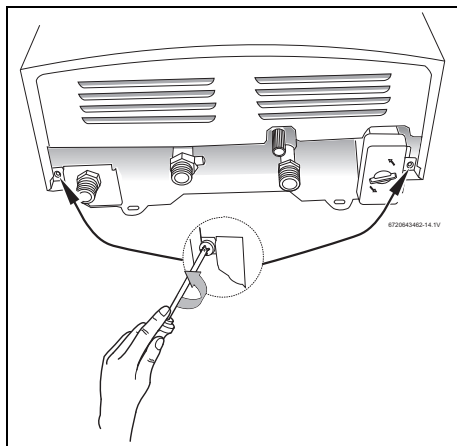

Fig. 17 Retirar a frente
- ▶ Desapertar os parafusos de fixação do chassi (Fig. 17).